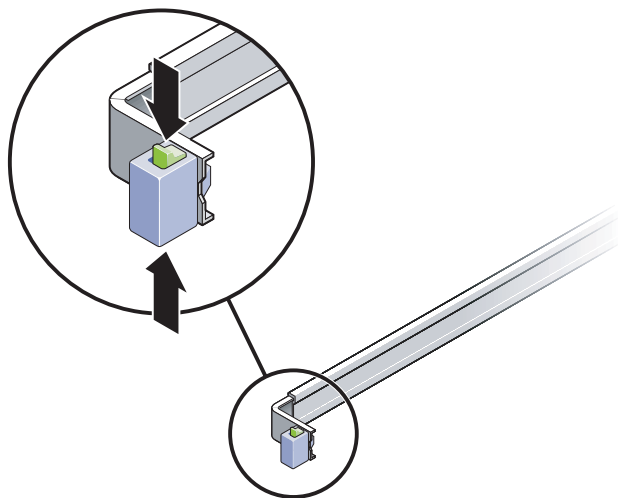

図 3-23 スライドレール構成部品のロックの解除
- a. スライドレールロックの上下のロックボタンを同時に押し続けます (図 3-23)。